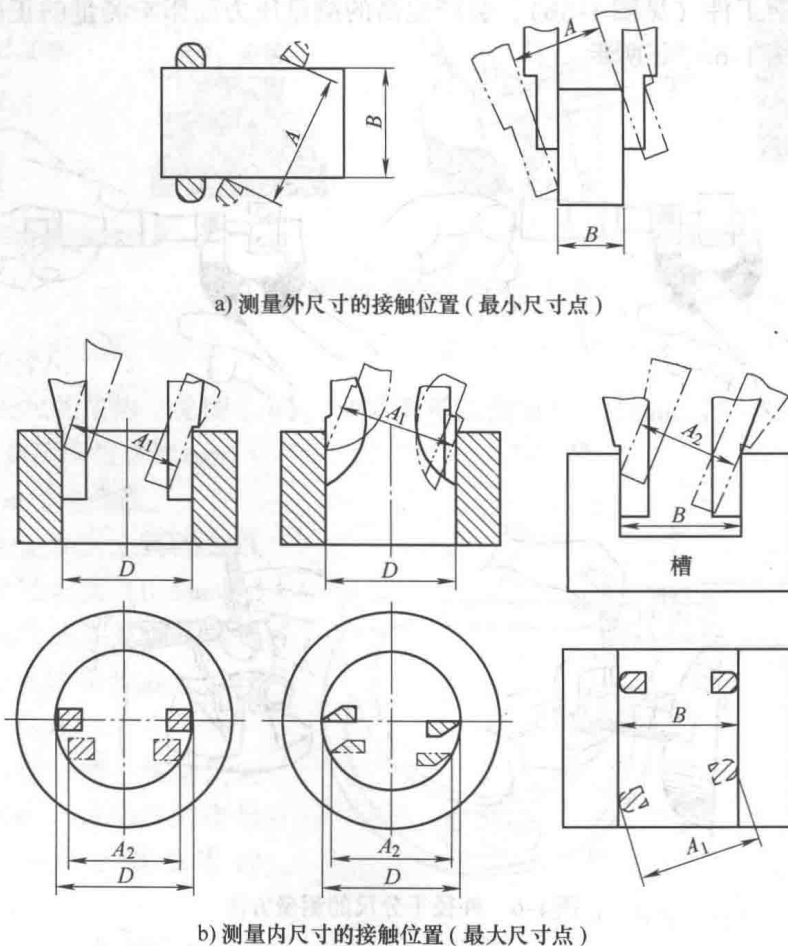

图 1-7 游标卡尺正确和错误的测量接触位置
- 2) 游标卡尺测量平面要垂直于工件中心线，否则存在测量误差，如图 1-7 所示。